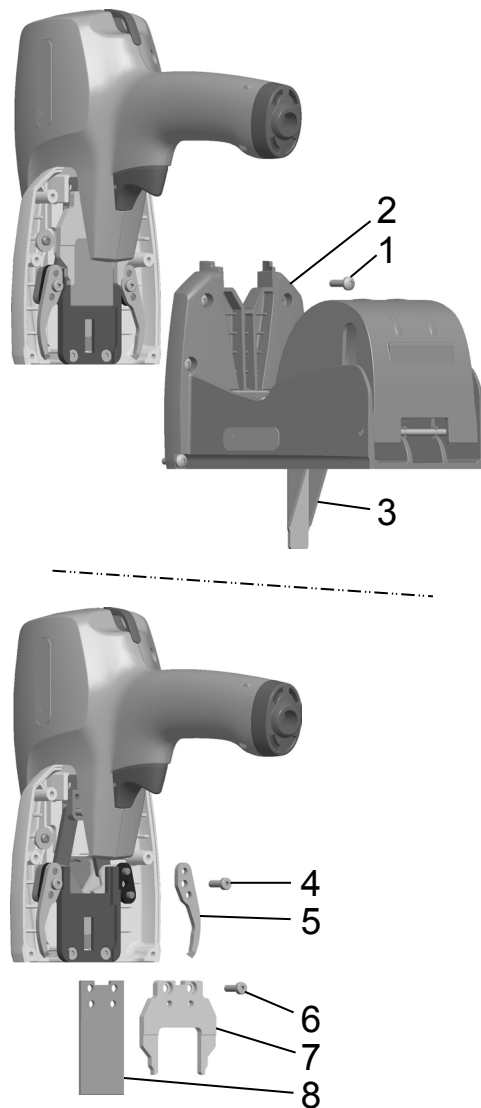

Fig. 11
- Demontera de sex skruvorna (Fig 11/1) som håller magasinet.